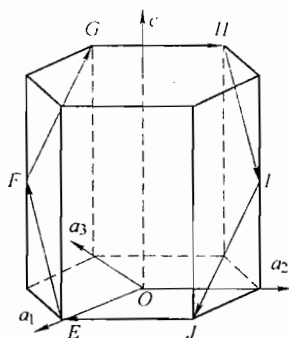

图 26-2 第一题第 2 小题图
2. (10 分) 写出图 26-2 所示六方晶胞中 $EFGHIJE$ 晶面、 EF 晶向、 FG 晶向、 GH 晶向、 JE 晶向的密勒-布拉菲指数。